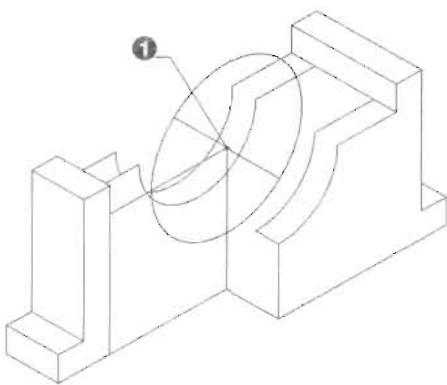

图 11-94
(7) 单击“绘图”工具栏中的“椭圆”按钮，以图 11-94 所示的点 1 为圆心绘制一个半径为 18mm 的等轴测圆。